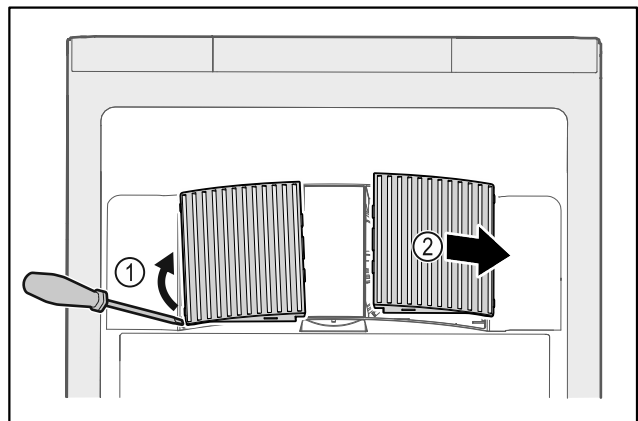

Fig. 105
- ▶ Кожух вентилятора обережно підважити зі сторони Fig. 105 (1) і витягнути рухом вперед Fig. 105 (2).